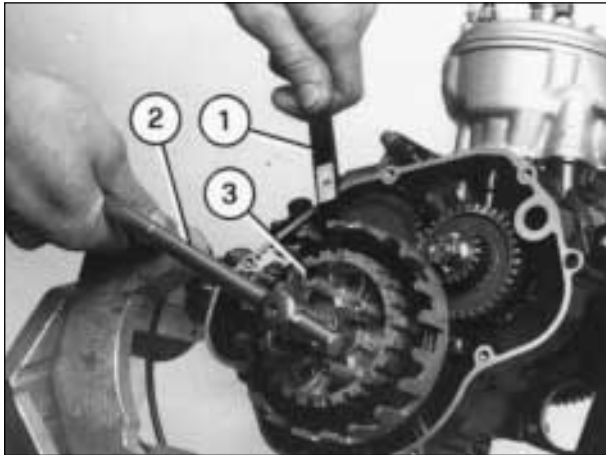
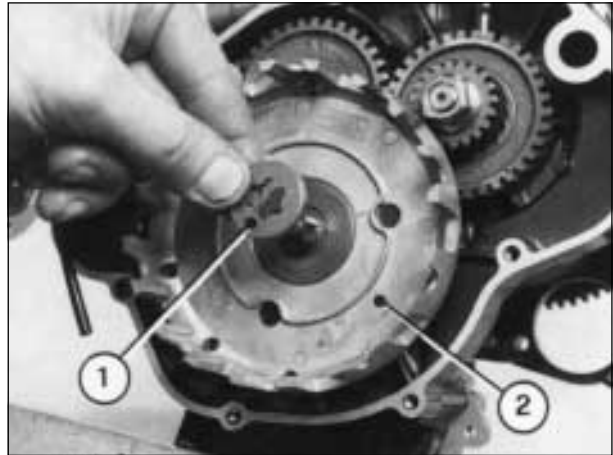
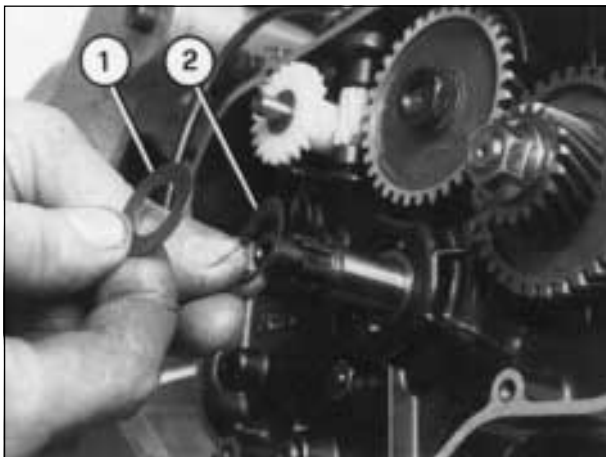

Fig. 7
Fig. 8
Fig. 9
9) **RADRIZZARE** la linguetta della rondella di arresto sotto il dado che fissa il tamburino frizione (3-Fig. 7). Poi usando l'apposita chiave di fermo (1-Fig. 7) ed una chiave a "T" da 17 mm (2-Fig. 7) svitare completamente il dado di fissaggio del tamburino frizione togliendolo.
9) **STRAIGHTEN** the tab of the tongued washer under the nut that holds the clutch drum (3-Fig. 7). Then, using the special locking wrench (1-Fig. 7) and a 17 mm "T" wrench (2-Fig. 7), completely unscrew the hexagon nut of the clutch boss and remove it.
10) SFILARE nell'ordine il tamburino frizione (3-Fig. 7), il distanziale (1-Fig. 8) - l'ingranaggio frizione (2-Fig. 8) - la rondella rasamento (1-Fig. 9) - la rondella conica (2-Fig. 9) facendo attenzione al senso in cui è posizionata per rimontarla successivamente in modo corretto.
10) REMOVE the following pieces in this order: clutch boss (3-Fig. 7) - collar (1-Fig. 8) - driven gear (2-Fig. 8) - washer (1-Fig. 9) - conical spring washer (2-Fig. 9), paying attention to the direction in which they are assembled so as to reassemble them correctly afterwards.